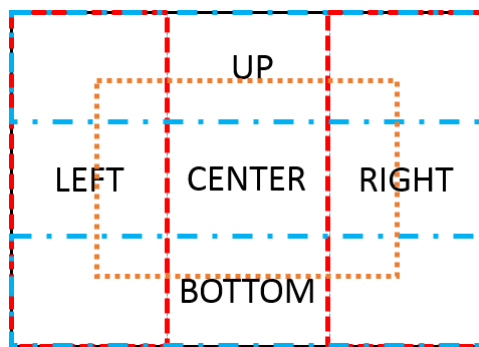

图4-3 背光MeasArea区域
- 当MeasArea配置为UP, BOTTOM, LEFT, RIGHT或CENTER时，代表手动模式，暗区位置以手动设定为准。如图4-3，其中UP指定为画面上方1/3的区域；BOTTOM为画面下方1/3的区域；LEFT为画面左侧1/3的区域；RIGHT为画面右侧1/3的区域；CENTER为画面中心3/5的区域。当指定区域亮度低于暗区目标亮度值时，加大曝光提升指定区域亮度；当指定区域亮度高于暗区目标亮度值时，说明此时指定区域不是暗区，或者当前场景不是背光场景，那么曝光的增减改由全局亮度决定。即该模式下背光补偿仅在指定区域的亮度低于暗区目标亮度值时开启。